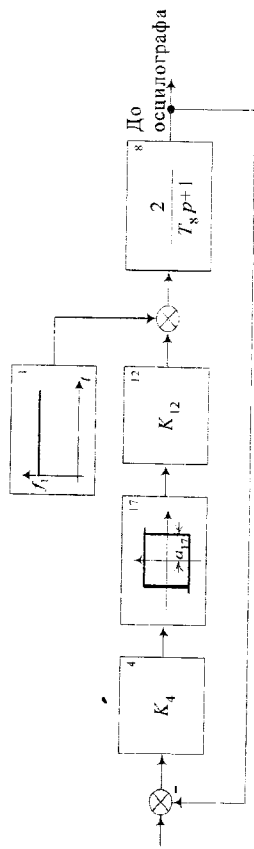

Рис. 25
5. Зібрати додаткову модель релейної системи регулювання за схемою, яка зображена на рис. 25.